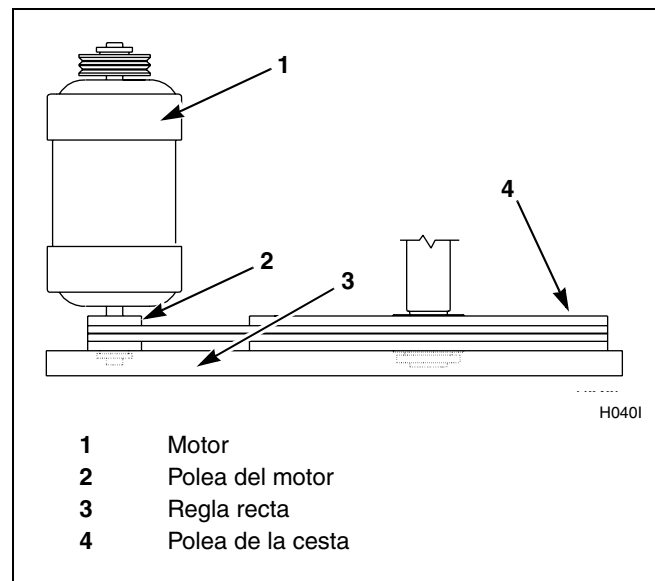

Figura 9
- b. Para los sistemas de impulsión de poleas con garganta, verifique el alineamiento colocando una regla a través de las caras de las poleas. La regla deberá hacer contacto con las poleas en cuatro lugares. Consulte la *Figura 9*.